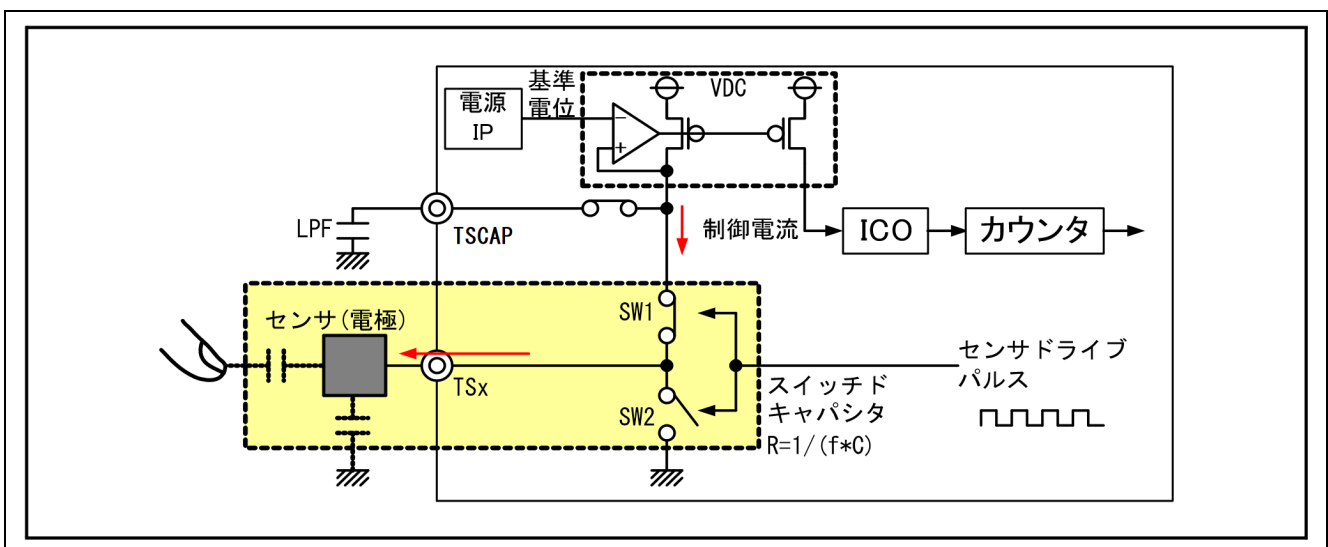
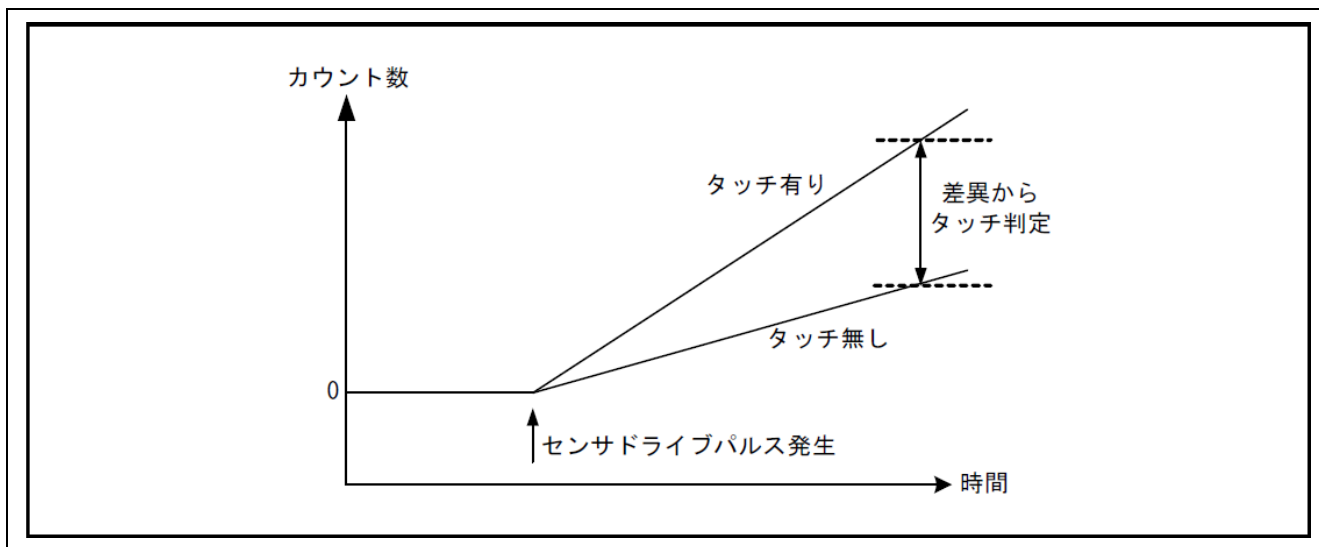

図 2-2 充電動作
図 2-4 接触／非接触による計測値の変化
CTS U の電流周波数変換方式の静電容量計測動作原理を、図 2-2～図 2-4を用いて説明します。
(1) SW1 : ON、SW2 : OFF にすることで、電極の静電容量に充電されます (図 2-2)。